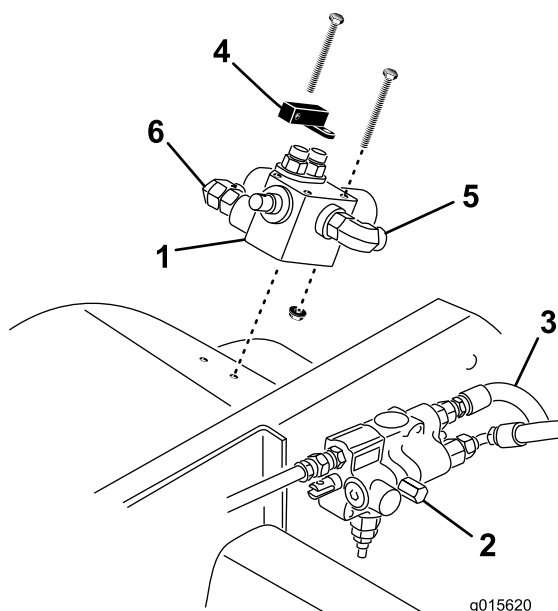

Figura 4
4. Montate la valvola di regolazione e la leva perno sul parafango destro con 3 bulloni (1/4 x 2-3/4 poll.) e dadi di bloccaggio flangiati 1/4 poll., come mostrato nella Figura 4.
5. Mettete una bacinella di spurgo sotto la valvola di sollevamento (Figura 4).
6. Scollegate il flessibile dello sterzo (Figura 4) dal foro "P" (foro posteriore superiore) della valvola di sollevamento.
7. Collegate il flessibile dello sterzo (dal foro "P" della valvola di sollevamento) al raccordo a 90 gradi sulla valvola di regolazione, lato operatore (Figura 4).
8. Collegate il flessibile idraulico con un raccordo diritto e un raccordo a 45° al foro "P" sulla valvola di sollevamento e al raccordo a 90° sul lato esterno della valvola di regolazione (Figura 4).